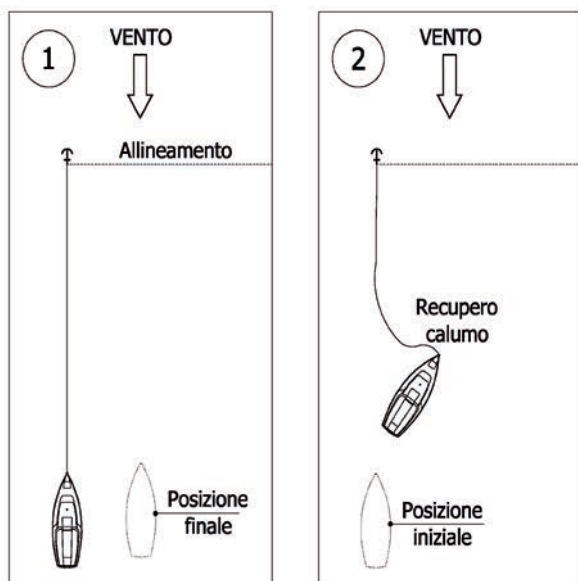

Figura 3
2. Si inizia a procedere con motore a marcia avanti, secondo l'angolo stabilito, recuperando da prua il calumo della prima ancora. Se questo è composto di sola catena, il recupero può avvenire lentamente con il barbotin del salpancra (sempre che la barca ne sia provvista). Se il calumo della prima ancora è misto (catena e cima) il cavo tessile sarà recuperato tirando l'imbanda a mano e accatastandolo – bene in chiaro – in coperta (Figura 3).
Se il calumo della prima ancora è misto (catena e cima) il cavo tessile sarà recuperato tirando l'imbanda a mano e accatastandolo – bene in chiaro – in coperta (Figura 3).